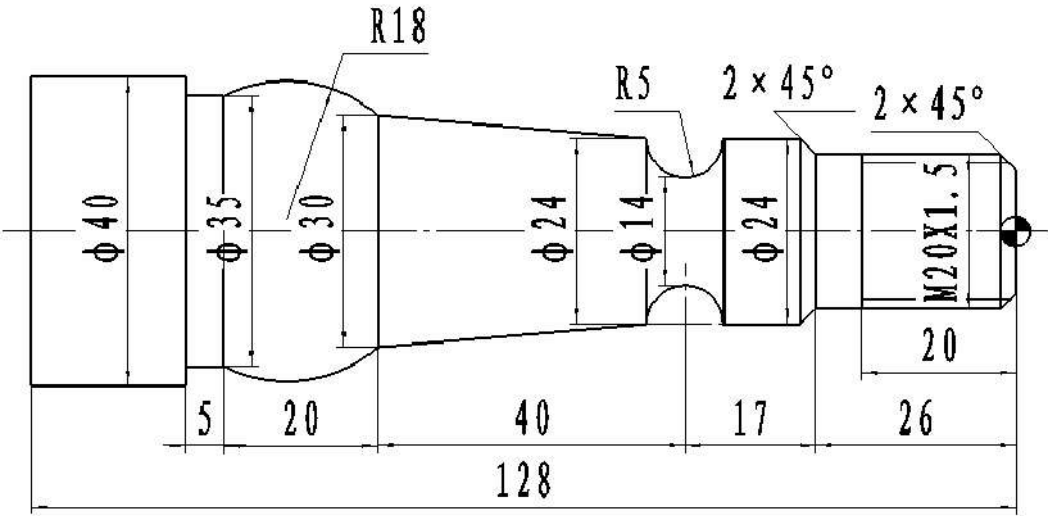

图 2
1. 如图 2 所示零件，选择所需刀具（说明刀号），编制数控加工程序。